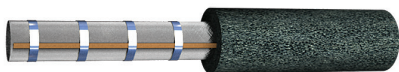
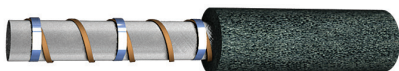

Рис. 4
Рис. 5
- 2** Установите нагревательную секцию на трубу: либо вдоль трубы (рис. 4), либо используя намотку по спирали (рис. 5). Шаг укладки выбирать в соответствии с Табл. 1 или Табл. 2.